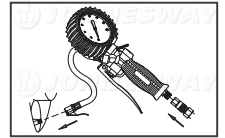

рис. 1
- 5.3 Соединить изделие со шлангом воздушной магистрали и закрепить соединительный клапан на nipple шины при помощи рычажка запорного механизма (рис.1);